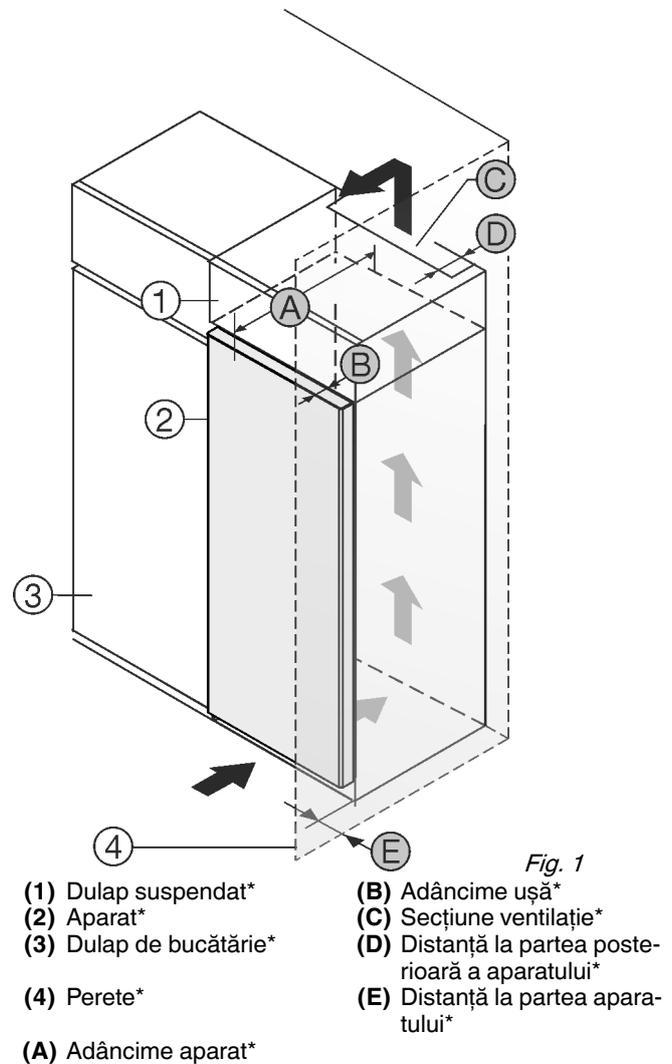

Fig. 1
Amplasați aparatul direct lângă dulapul de bucătărie Fig. 1 (3).
Amplasați aparatul cu o distanță de 5 cm între aparat și dulapul de bucătărie Fig. 1 (3).\*
În partea din spate a dulapului suspendat trebuie să existe o fantă de aerisire cu grosimea Fig. 1 (D) pe toată lățimea dulapului suspendat.\*
Sub tavanul încăperii trebuie să fie respectată secțiunea de ventilație Fig. 1 (C).\*
Atunci când aparatul este montat cu balamalele lângă un perete Fig. 1 (4), distanța dintre aparat și perete trebuie să fie de minimum 40 mm. Această valoare corespunde proeminenței mânerului cu ușa deschisă.\*
Atunci când aparatul este montat cu balamalele lângă un perete Fig. 1 (4), distanța dintre aparat și perete trebuie să fie de minimum 46 mm. Această valoare corespunde proeminenței mânerului cu ușa deschisă.\*
Pentru a putea deschide complet ușa, aparatul trebuie să fie proeminent cu cel puțin adâncimea ușii Fig. 1 (B) față de suprafața frontală a dulapului de bucătărie. În funcție de adâncimea dulapurilor de bucătărie Fig. 1 (3) și utilizarea distanțierelor de perete, aparatul poate ieși mai mult în afară.\*